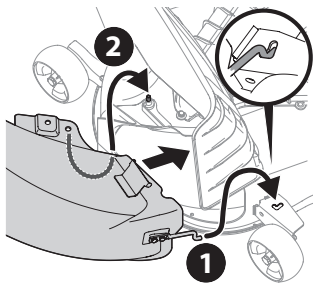

Figure 25
4. Insérez l'extrémité de l'assemblage de la botte (1) dans l'orifice prévu à cet effet dans la roue du plateau de coupe, comme illustré dans l'encart de la Figure 25.
5. Faites pivoter la botte vers l'arrière jusqu'à ce que le trou dans la botte s'aligne avec la goupille de l'adaptateur de pont. Déplacez la botte vers le bas sur cette goupille comme indiqué dans 2 des Figure 25.